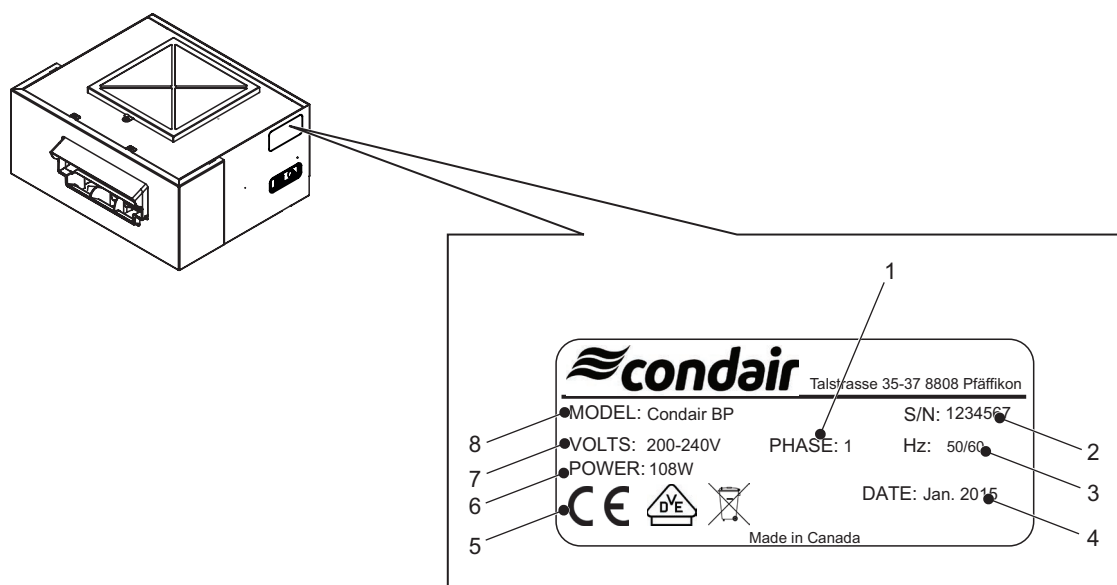

Figure 2 : Plaque signalétique de l'unité de ventilation Condair
- Vérifier que le type de modèle sur la plaque signalétique correspond à votre installation. Consulter la Figure 2 sur la page 11.
La plaque signalétique située sur le côté de l'unité de ventilation indique le type de modèle, le numéro de série et d'autres détails afférents. Consulter la Figure 2.
- ☐ La tension et la phase disponibles de l'alimentation en courant électrique doivent correspondre aux réquisitions de l'unité de ventilation, comme indiqué sur la plaque signalétique. Référez-vous à la *Figure 2 sur la page 11*.